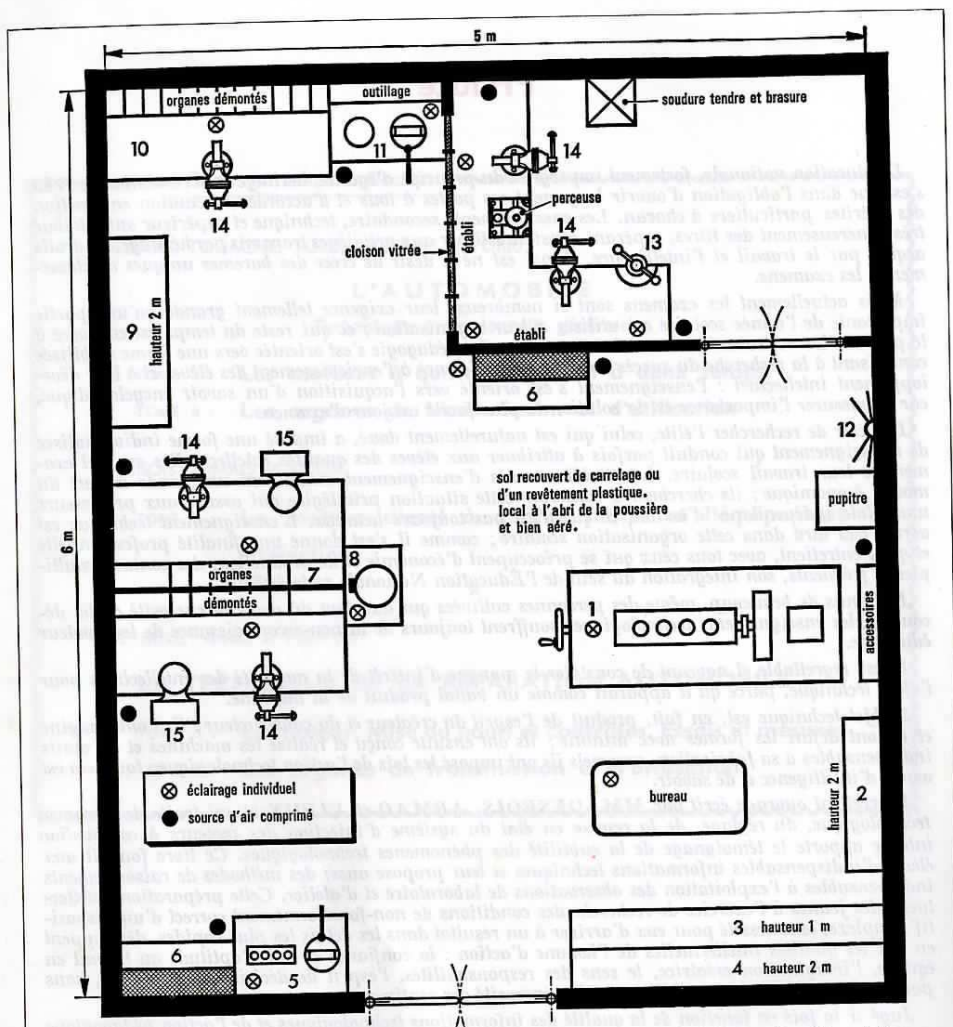

Fig. 1. — Installation type pour révision et essais du matériel d'injection (local à l'abri de la poussière et bien aéré).
Les travaux exécutés sur le matériel d'injection dans les ateliers spécialisés (fig. 1 et 2) peuvent être classés en plusieurs catégories :
ORGANISATION DU TRAVAIL (fig. 1 et 2)
La station ⁽¹⁾ est divisée en postes de travail (fig. 1) et le libre accès à chaque poste est facilité par une circulation centrale.
- des pompes d'alimentation (fig. 1 page 45);